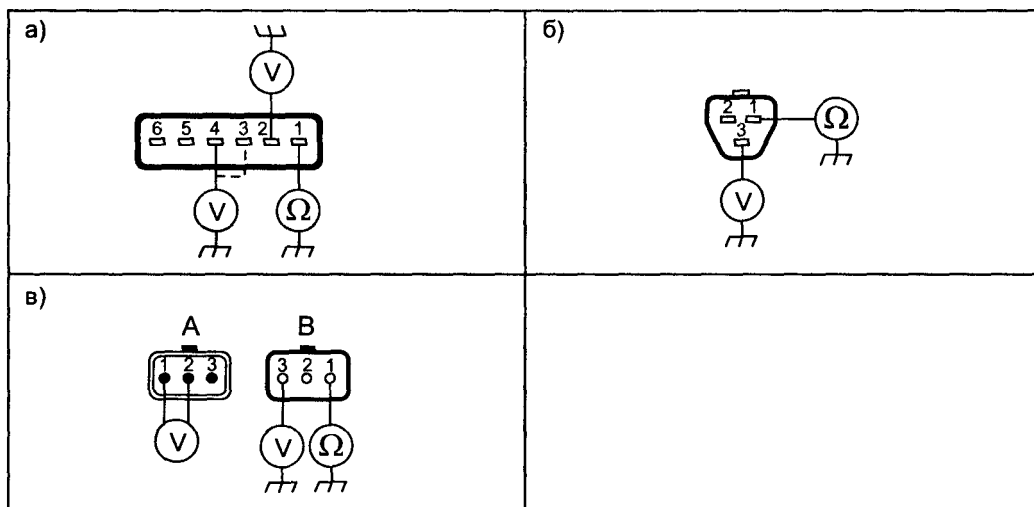

Рис. 2.6.12. Проверка датчиков двигателя
- нагревая его в горячей воде, проверяют изменение его сопротивления (см. рис. 2.6.12а и табл. 2.6.5).
- отключают 6-контактный разъем от распределителя зажигания и проверяют наличие «земли» на конт. 1 разъема жгута (рис. 2.6.12а);
- включают зажигание и проверяют наличие +12 В на контакте 2 разъема жгута (см. рис. 2.6.12а). Если питания нет — проверяют предохранитель F2, реле K46 и соответствующие соединения;
Для моделей 97—00 г.в. (включая двигатели DOHC) датчик СКР расположен на передней крышке двигателя рядом со шкивом коленвала. Порядок проверки датчика и контрольные сигналы абсолютно аналогичны СКР автомобилей 96 г.в. (разъем датчика — см. рис. 2.6.12б, а также — элемент B54 на рис. 2.6.2).
- включают зажигание и проверяют наличие напряжения +12 В на контакте 2 разъема жгута (см. рис. 2.6.12а). Если оно равно нулю — проверяют предохранитель F2, реле K46 и соответствующие соединения;
Для моделей 97—00 г.в. (включая двигатели DOHC) датчик СМР расположен на передней крышке двигателя рядом с шестерней распредвала. Порядок проверки датчика и контрольные сигналы абсолютно аналогичны СМР автомобилей 96 г.в. (разъем датчика — см. рис. 2.6.12в, а также элемент B132 на рис. 2.6.2).